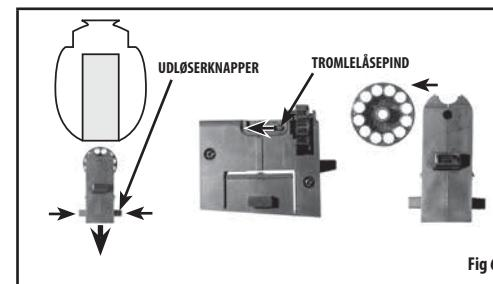

Fig 6
- Skub trommelåsepinden fremad og fjern hagltronlen fra siden af magasinet. (Fig. 6)
- Skub trommelåsepinden fremad og fjern tromlen fra siden af magasinet. (Fig. 6)